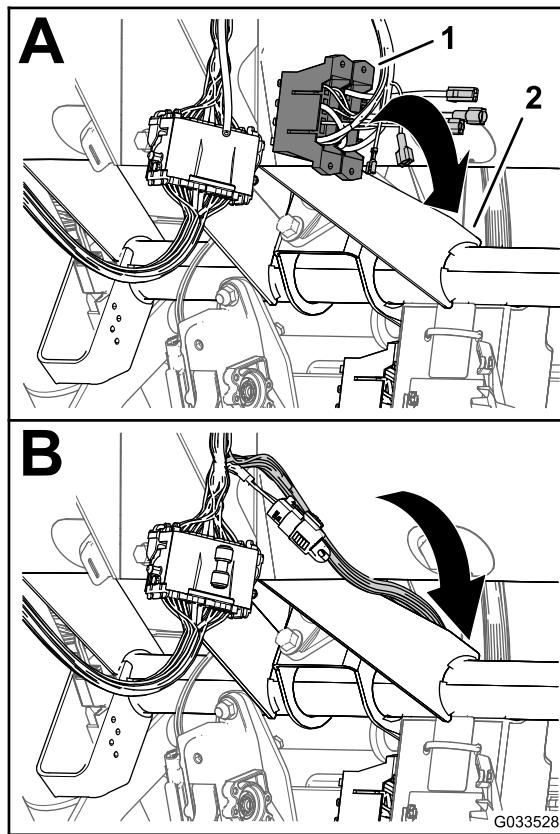

Bild 24
- Verlegen Sie an der Steuerkonsole für das Sprühfahrzeug den Zweig des vorderen Kabelbaums mit den Sicherungskästen zwischen der Unterseite des Armaturenbretts und dem Querrohr des Maschinenchassis und dann nach unten zur Vorderseite des Sicherungskastens der Maschine (Bild 24).